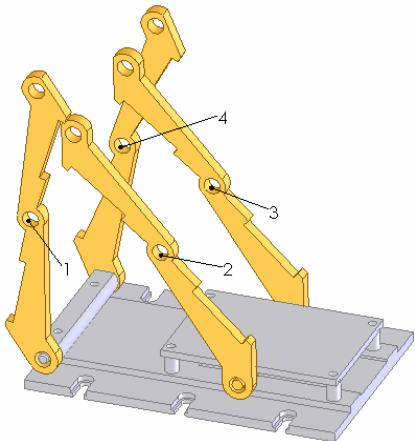
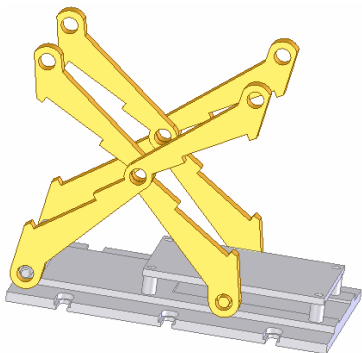

图 12-59 配合后的图形
图 12-60 配合后的图形
⑮ 插入升降架。选择菜单栏中的“插入”→“零部件”→“现有零件/装配体”命令，在长平轴的两侧插入升降架，具体步骤可以参考上面的介绍，结果如图 12-59 所示。
⑩ 添加配合关系。选择菜单栏中的“插入”→“配合”命令，或者单击“装配体”工具栏中的“配合”图标，此时系统弹出“配合”对话框。用鼠标选择图 12-59 中的表面 1 和表面 2，单击对话框中的“同轴心”图标，然后单击对话框中的“确定”图标。重复此命令，将表面 3 和表面 4 添加为“同轴心”配合关系，结果如图 12-60 所示。